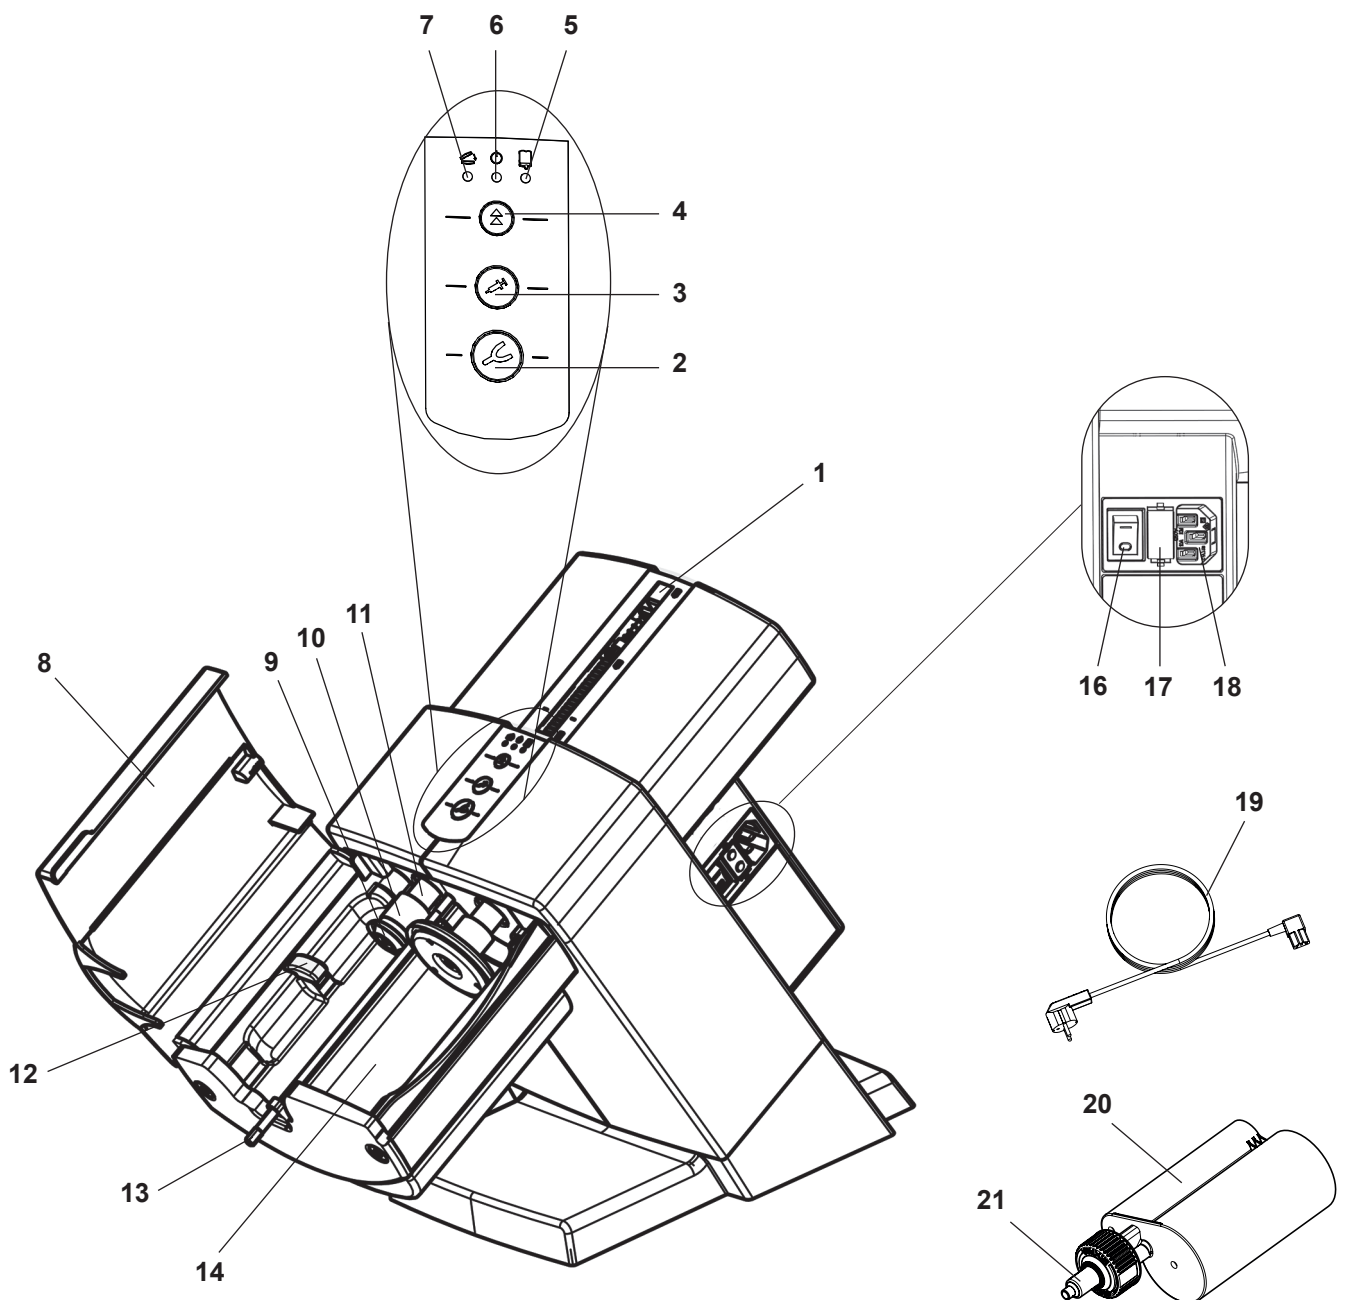

Abb. 1
- ⇒ Mitgeliefertes Netzkabel (19, Abb. 1) in den Netzanschlussstecker (18) einstecken.
- ⇒ Gerät am Netzschalter (16) einschalten.
- ⇒ Geräteklappe (8, Abb. 1) schließen.
- ⇒ Rückfahrtaste (4) drücken.
- ◆ Die Druckteller (9, Abb. 1) fahren bis in die Ausgangsstellung zurück und stoppen dort.
- ⇒ Transportsicherung (23) entfernen.
Das Einlegen, sowie der Wechsel einer Kartusche kann nur erfolgen, wenn sich die zwei Druckteller (9, Abb. 1) in der Ausgangsstellung befinden.
⇒ Geräteklappe (8, Abb. 1) schließen.
⇒ Geräteklappe (8, Abb. 1) öffnen.
Die Geräteklappe lässt sich nur bei korrekt eingelegter Kartusche schließen. Solange die Geräteklappe noch nicht ordnungsgemäß geschlossen ist, leuchtet die rote LED „Geräteklappe offen“ (7, Abb. 1).
- Abformlöffel (2), hohe Auspressgeschwindigkeit oder
- Dispenser (3), niedrige Auspressgeschwindigkeit
- ◆ Der Mischersechskant (13, Abb. 1) beginnt sich zu drehen und fädelt automatisch in die Mischerdüse (21, Abb. 1) ein und stoppt dann wieder.